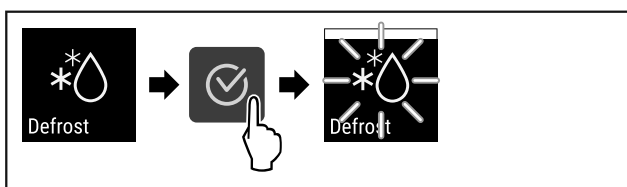

Fig. 86
- Complete steps (see Fig. 86).